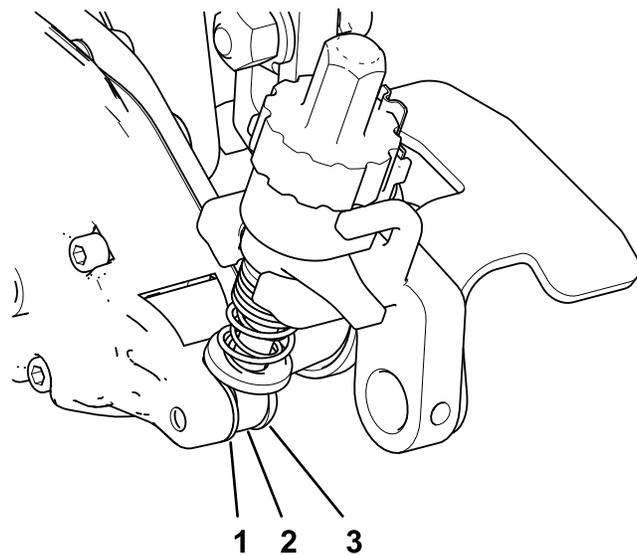

**Figura 21**
superior de los conjuntos de altura de corte (Figura 21).
2. Instale los conjuntos de altura de corte en las placas laterales de la unidad de corte con el perno avellanado, la tuerca y la arandela especial retirados anteriormente (Figura 21).